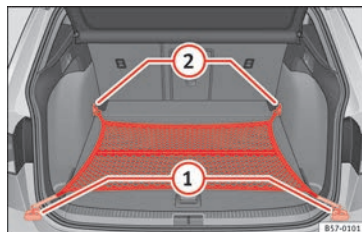

Fig. 158 Nel bagagliaio: rete fermacarico agganciata a livello del piano.
- Se necessario, sollevare gli occhielli di ancoraggio anteriori » » » **fig. 158 ②**.
- Fissare i ganci della rete agli occhielli di ancoraggio **②** » » » **⚠**. La cerniera della tasca dev'essere rivolta verso l'alto.
- Fissare i ganci della rete agli occhielli di ancoraggio **①**.